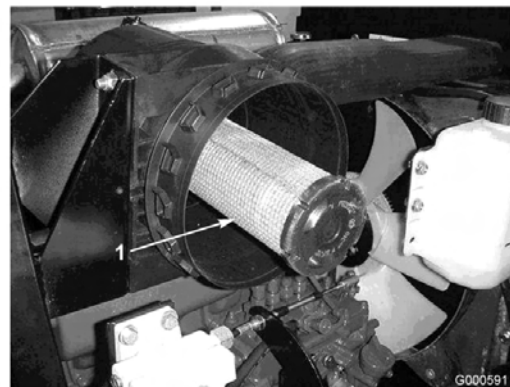

図 31
**重要** 安全フィルタ（図 31）は絶対に洗わないでください。安全フィルタは、1次フィルタの3度目の整備時に新品に交換します。